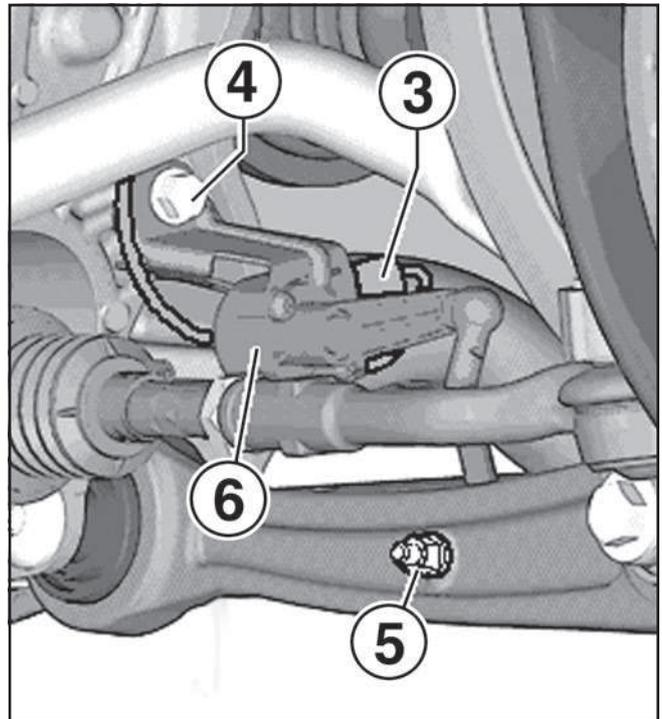

Fig. 2
- Desconectar el conector (3) (Fig. 2).
- Desatornillar la tuerca (4).
- Desatornillar el tornillo (5).
- Retirar el transmisor de altura del vehículo (6).